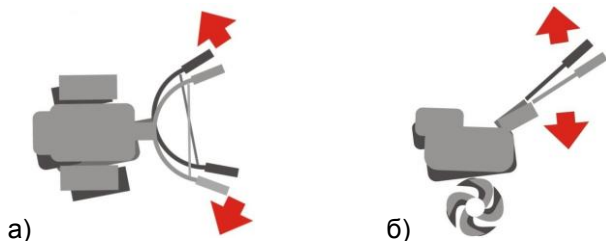

Рис.8 Схемы снятия нагрузки с валов при использовании механизма разобщения полуосей
– при движении на колесах необходимо покачать мотоблок влево-вправо держась за рукоятки руля (рис.8а);
– при культивации фрезами необходимо покачать мотоблок вверх-вниз держась за рукоятки руля (рис.8б).